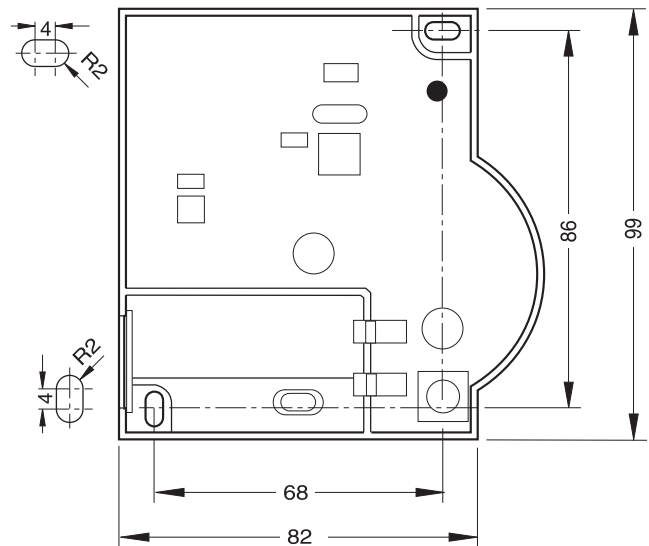

Abb. 12: Bohrschema (Angaben in mm)
- ▶ Zeichnen Sie die Bohrlöcher gemäß der Bohrschablone (siehe Abb. 12)